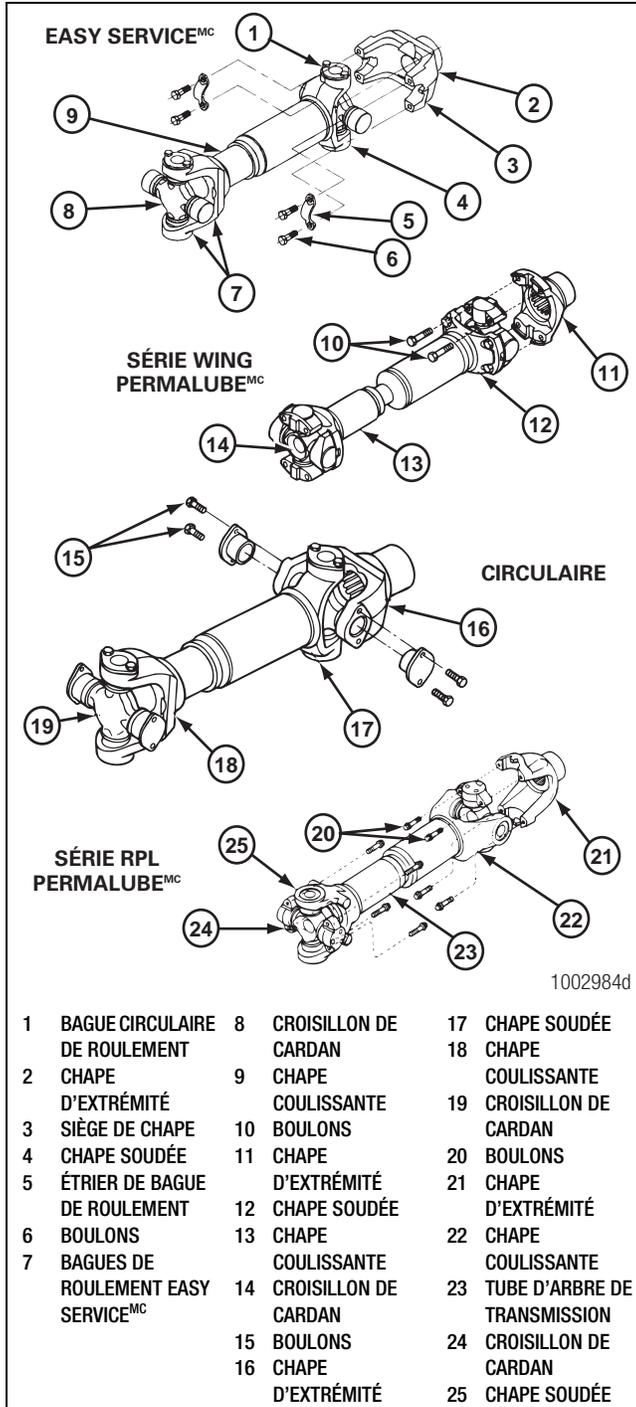

Figure 3.5
5. Dissocier le joint de cardan de l'arbre de transmission de la chape ou de la bride d'entrée de pignon de la tête de pont. Figure 3.5.